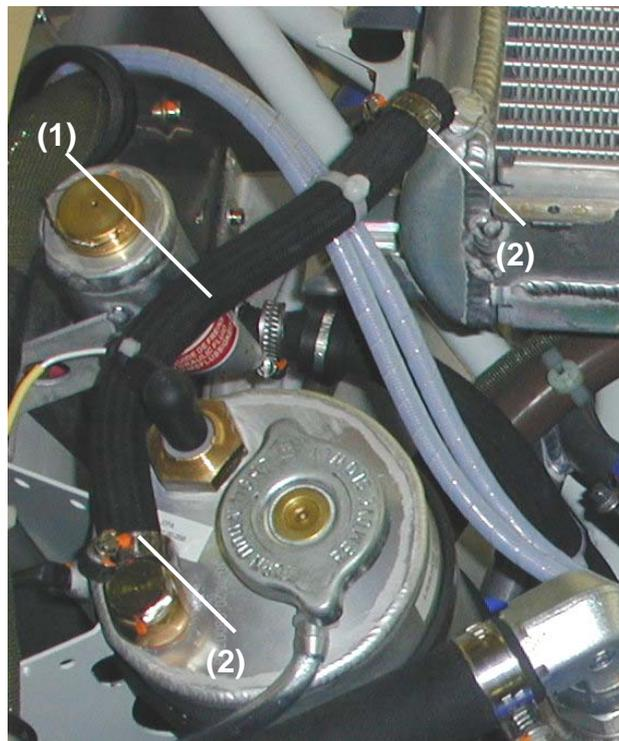

Bild 5/ Figure 5
- Den Schlauch (P/N 54.81.00.072) zwischen Kühlmittelkühler und Ausgleichsbehälter entfernen. Die beiden Schellen (Ø10-18) werden für den Wiedereinbau weiterverwendet. Siehe Bild 5.
- *Remove the hose (P/N 54.81.00.072) between the coolant radiator and the expansion tank, save the two clamps Ø10-18 for the reassembly. See Figure 5.*